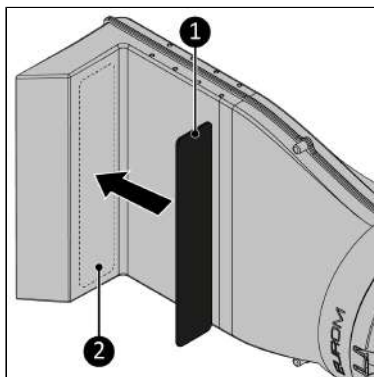

Figure 159.
4. Collez la mousse antidérapante de 30 x 290 mm (Figure 159, pos. 1) à l'intérieur du Window Way-out (Figure 159, pos. 2).